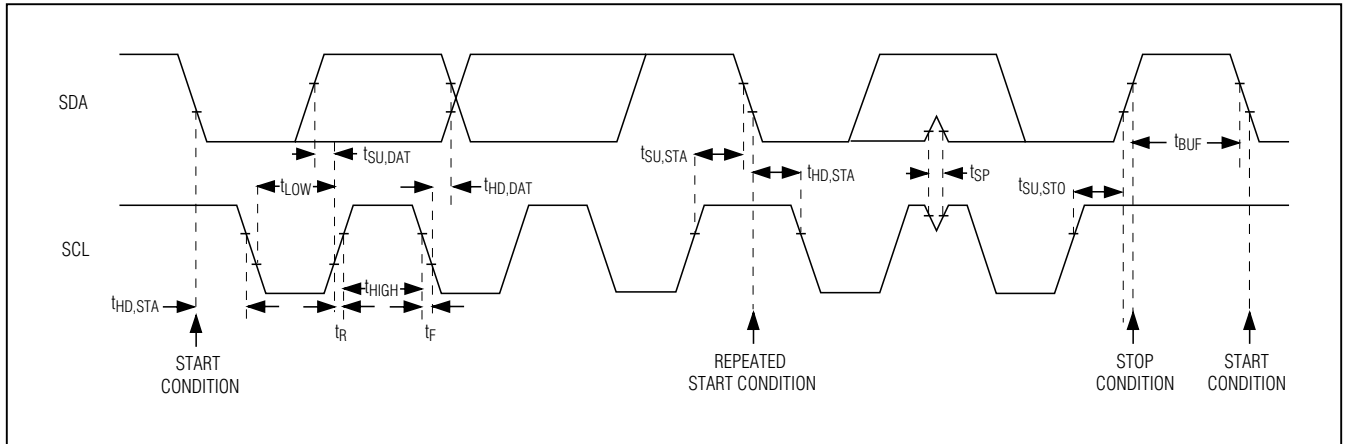

图4. 2线接口时序图
IC采用I2C/SMBus兼容的2线串行接口，包括一根串行数据线(SDA)和一根串行时钟线(SCL)。在时钟速率高达400kHz时，SDA和SCL方便了IC和主机之间的通信。图4所示为2线接口的时序图。主机在总线上产生SCL并发起数据传输。主机发送相应的从地址、随后跟寄存器地址、紧接着发送数据字，以向IC写入数据。每个传输序列都以START (S)或Repeated START条件和STOP条件构成帧。发送至IC的每个字长为8位，其后是应答时钟脉冲。主机从IC读取数据时，发送相应的从地址，随后紧接着9个SCL脉冲。IC通过SDA发送数据，与主机产生的SCL脉冲同步。主机在接收到每字节的数据后将对其进行应答。每一个读序列由START或Repeated START条件、非应答和STOP条件构成帧。SDA既是输入又是开漏输出。SDA总线上需要上拉电阻，通常大于500 $\Omega$ 。SCL仅作为输入工作。如果总线上有多个主控制器，或者单控制器具有开漏SCL输出，SCL上则需要一个上拉电阻，通常大于500 $\Omega$ 。SDA和SCL线上的串联电阻是可选的。串联电阻保护IC的数字输入免受总线上高压尖峰脉冲的损坏，并最大程度降低总线信号的串扰和下冲。